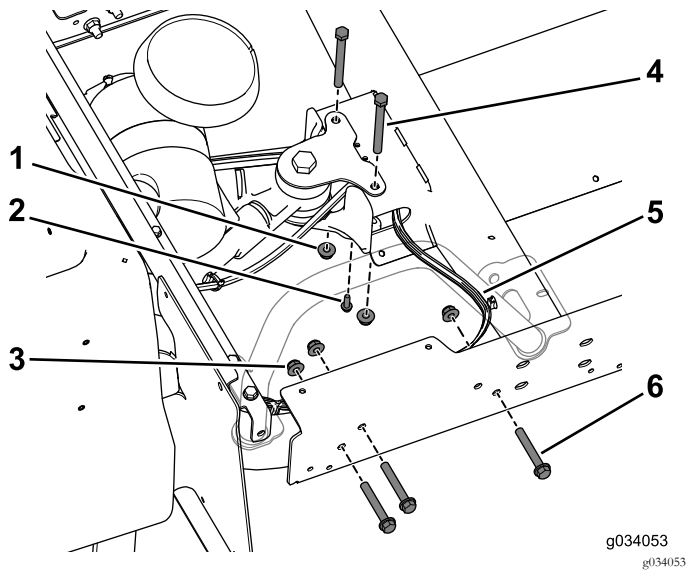

図 28
ジナットを使う 図 28。車体の反対側でも同じ作業を行う。
注 センターチャネルの中にワイヤハーネスがあることを確認してください 図 28。
9. センターチャネルにブレーキライン用のT字ブラケットを取り付けるタップねじ1/4 x 3/4 インチを使う 図 28。
10. 後マウントに、センターチャネルを仮止めするボルト3/8 x 3-3/4 インチ2本とフランジナットを使う 図 28。